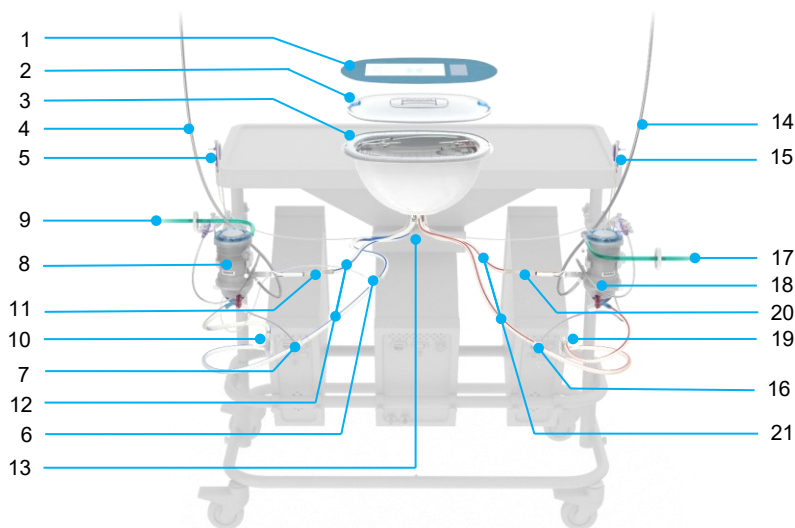

Abbildung 9 Liver Assist-Perfusionsset
Oben auf dem Wagen ist eine Tischplatte angebracht, die als Arbeitsfläche dient. Auf der Tischplatte befindet sich die Halterung für den Behälter für die Leber; eine Vertiefung, in die der Behälter des Einweg-Perfusionssets für die Leber (Abbildung 9, Ziffer 3) gesetzt wird. Die wärmeisolierenden Eigenschaften der Tischplatte halten die Perfusionstemperatur im Behälter für die Leber aufrecht. Unter der Tischplatte befindet sich eine Thermoabdeckung, die das Schlauchsystem vor der warmen Luft schützt, die von der Thermoeinheit abgegeben wird. Auf beiden Seiten des Tisches ist ein Drucksensorhalter angebracht, in dem die Einweg-Drucksensoren auf gleicher Höhe der Leber platziert sind. Diese Drucksensorhalter weisen eine Halterung auf, um eine unbeabsichtigte Veränderung der Position des Drucksensorventils zu vermeiden. Auf jeder Seite des Rollwagens befindet sich eine Oxygenatorhalterung zur Platzierung der beiden Oxygenatoren des Perfusionssets. Zusätzlich sind die Halterungen mit einer Klemme für den Probenverteiler ausgestattet.
Die Liver Assist-Perfusionssets sind ausschließlich zum Einmalgebrauch bestimmt und dazu, während der Perfusion sowohl die Leber als auch die Perfusionslösung aufzunehmen (Abbildung 9). Die Sets sind steril und in einer Polyethylenschale verpackt, die mit einer Tyvek-Folie versiegelt ist.
- Verbinden Sie die Durchflusssensoren mit dem Silikonschlauch (Abbildung 9, Ziffer 11 und 20) in der Nähe der arteriellen Seite der Oxygenatoren sowohl des PV- als auch des HA-Kreislaufs.